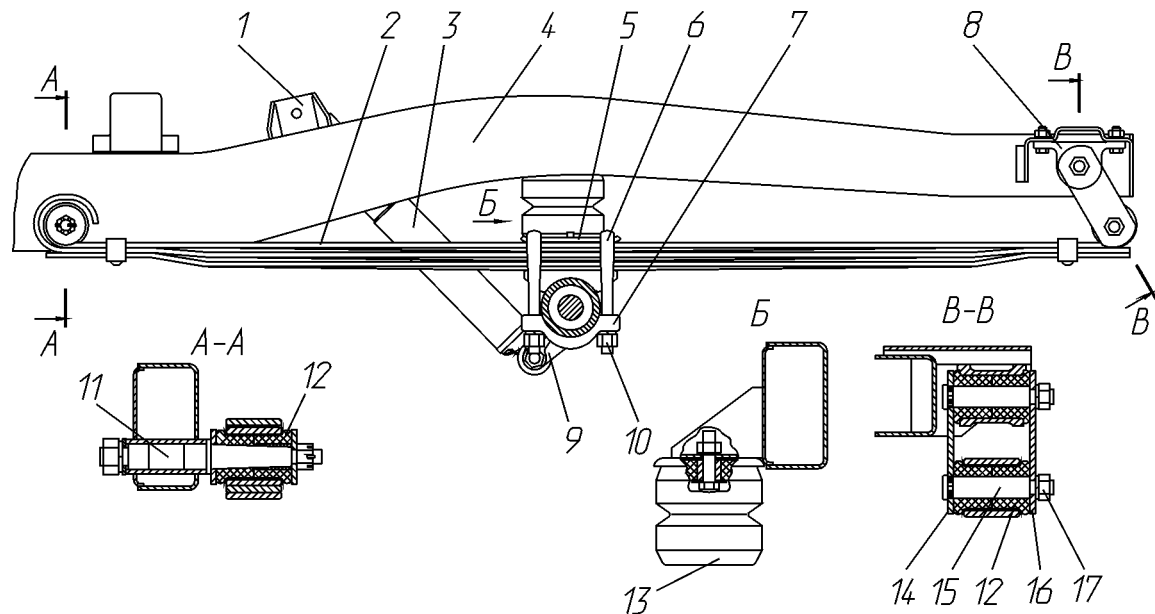

Рис. 6.8. Задняя подвеска:
**Задняя подвеска** (рис. 6.8) состоит из двух малолистовых рессор 2, работающих совместно с двумя гидравлическими телескопическими амортизаторами 3.